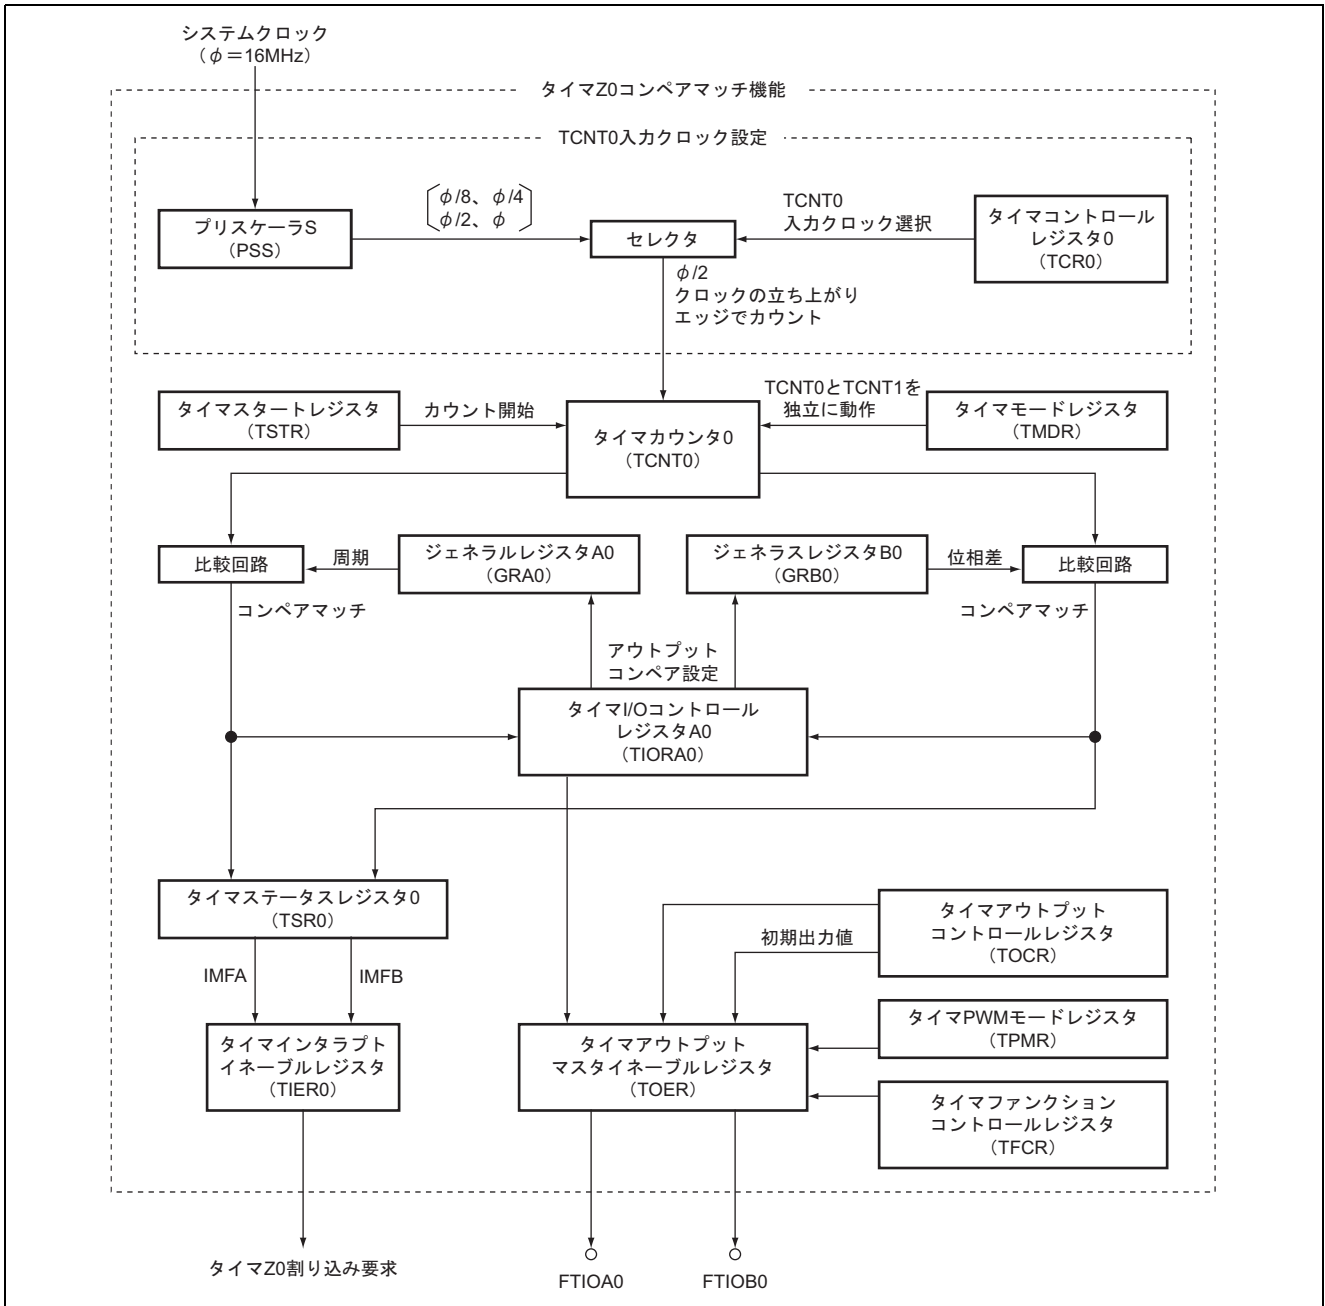

図 2.1 タイマ Z0 のブロック図
1. 本タスク例では、タイマ Z アウトプットコンペア機能を使用して、デューティ 50% のパルスを任意の位相差で出力します。タイマ Z アウトプットコンペア機能のブロック図を図 2.1 に示します。以下にタイマ Z アウトプットコンペア機能のブロック図について説明します。